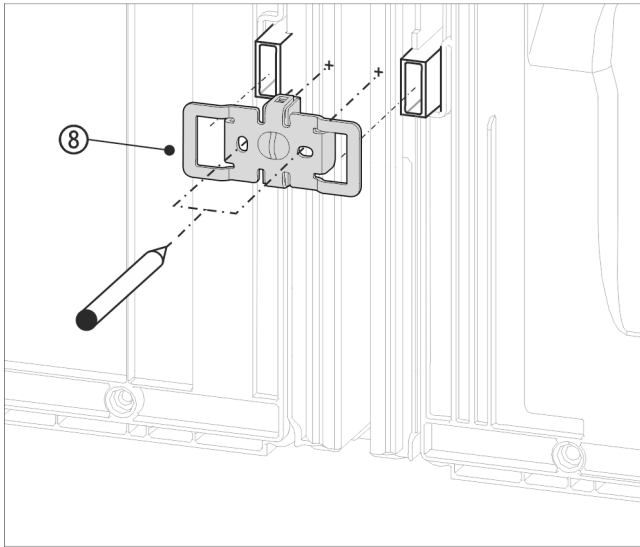

Fig. 16 Représentation à titre d'exemple
- Pousser l'équerre Fig. 16 (8) avec les cavités sur le logement des supports d'espacement muraux.